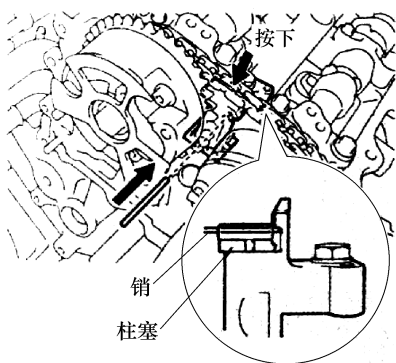

图 1-137 固定链条张紧器
① 拆下 3 号链条张紧器总成的同时，将直径为 1.0mm 的销插入孔中以将其固定，如图 1-137 所示。